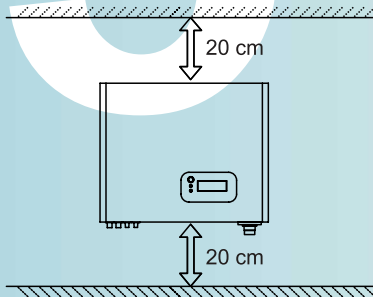

Fig. 1
- Pour assurer la convection naturelle du radiateur, laisser 20 cm minimum au-dessus et en-dessous de l'appareil (Fig. 1).